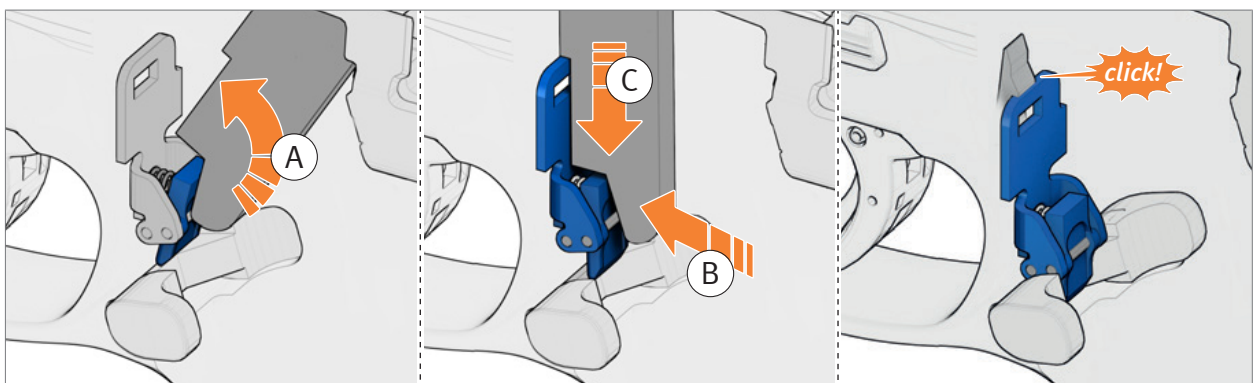

Abb. 26: Magazinhalter einrasten
6. Raststück am Magazinhalter mit dem Werkzeug drücken und halten (Abb. 26).
7. Magazinhalter nach unten schieben bis der Magazinhalter einrastet (Abb. 26).